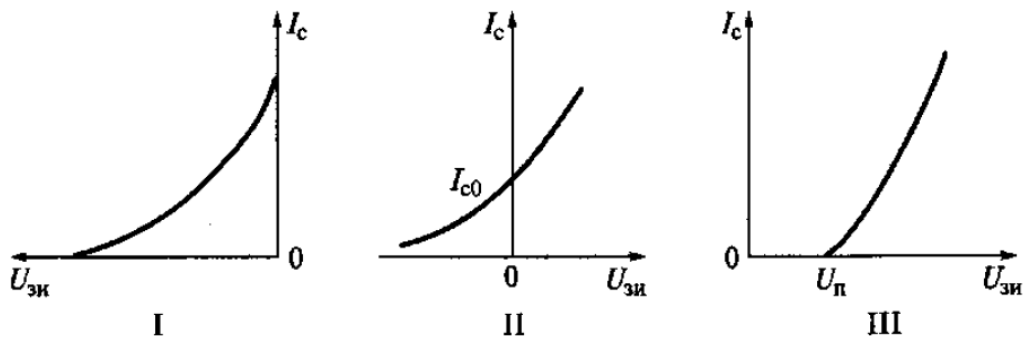

Рис. 1
8. Какая из передаточных характеристик $I_c = f(U_{зи})$, представленных на рис. 1, принадлежит полевому МОП транзистору с индуцированным каналом?